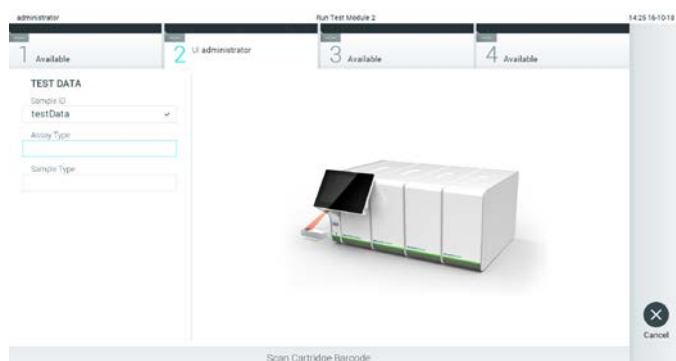

Figura 24. Escaneo del código de barras del cartucho de ensayo QIAstat-Dx.
3. Cuando se le indique, escanee el código de barras del cartucho de ensayo QIAstat-Dx que se debe utilizar. El QIAstat-Dx Analyzer 1.0 reconoce automáticamente el ensayo que se debe realizar en función del código de barras del cartucho de ensayo QIAstat-Dx (figura 24).